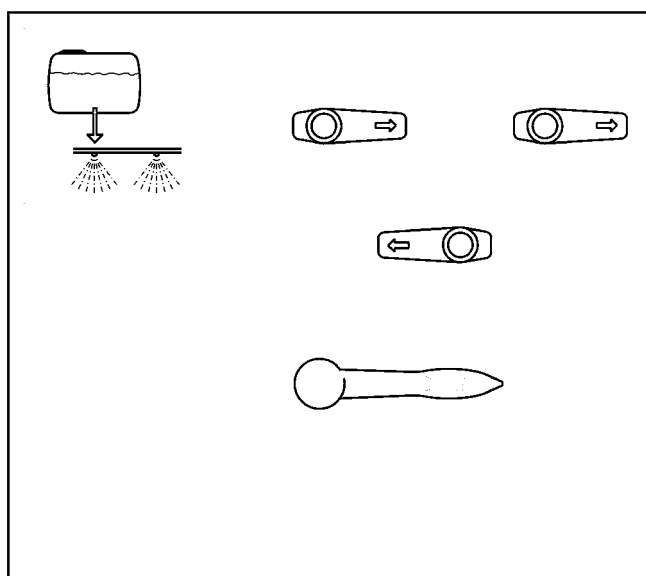

Fig. 7.6
- Når beholderen er fuld, skal 3-vejs-omskifterhanen stilles tilbage (Fig. 7.6) og pumpen kobles fra.